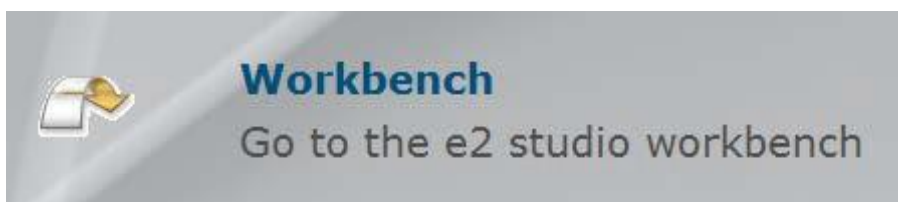

図 2.3 [Workbench] (ワークベンチ) 矢印 (ボタン)
E. ワークスペースが開いた時点で、[Welcome] (ようこそ) ウィンドウが表示されることがあります。その場合、[Workbench] (ワークベンチ) 矢印 (ボタン) をクリックし、[Welcome] (ようこそ) ウィンドウから先へ進みます (図 2.3)。